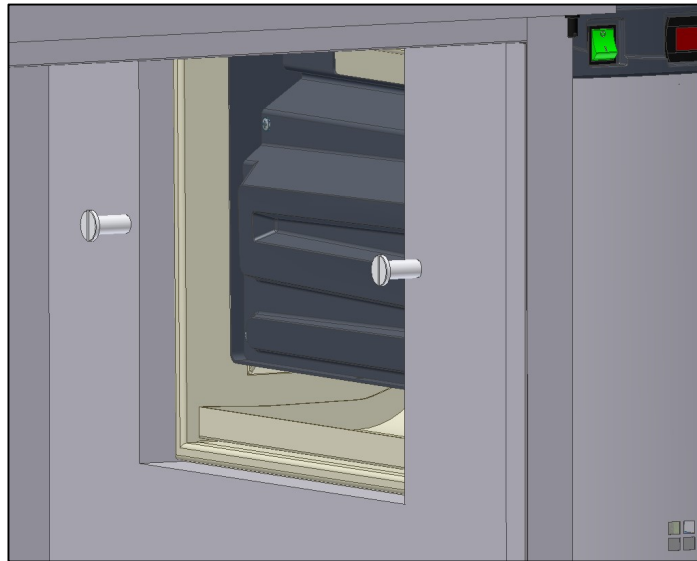

Fig. 14
- Schrauben Sie die V6 mit 2 Hülsen beim innere Seite des rechten Wand (Abb.14);